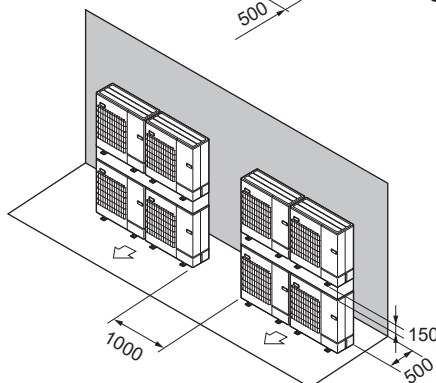

Fig. 2-19
- ⑦ Расположение приборов вертикальными рядами (Fig. 2-19)